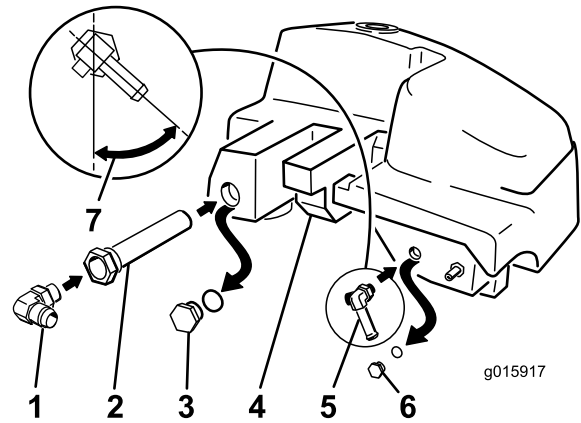

Bild 9
4. Setzen Sie das kleine 90-Grad-T-Anschlussstück mit Zahnung an der Stelle ein, an der Sie den kleinen Bolzen entfernt haben (Bild 9).